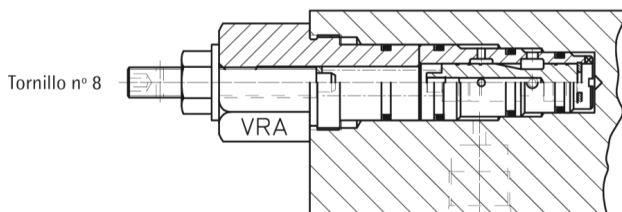

Fig. 51 – Grupo VRA, equilibrado descenso tornillo nº8
- Desenroscar el tornillo nº2. Cerrar el grifo principal, desenroscar el tornillo nº3, descargar la presión con el pulsador de emergencia, desmontar y limpiar el grupo VRA, válvula de equilibrado de descenso, tornillo nº8 (ver Fig. 51).